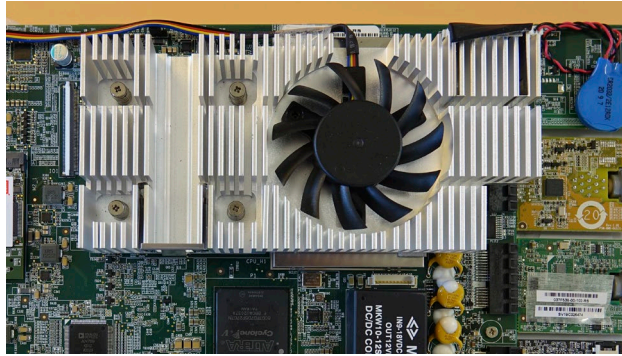

图 25 安装风扇
e) 安装新风扇时, 应使电缆指向显示器的上边缘(图 25)